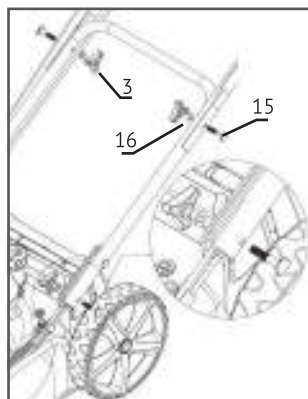

Рис.3
Закрепите верхнюю рукоятку на нижней рукоятке, как показано на Рис. 3 с помощью болтов (15), шайб (16) и быстрозажимных фиксаторов (3). Прикрепите ручку стартера к верхней рукоятке с помощью пластиковых фиксаторов.